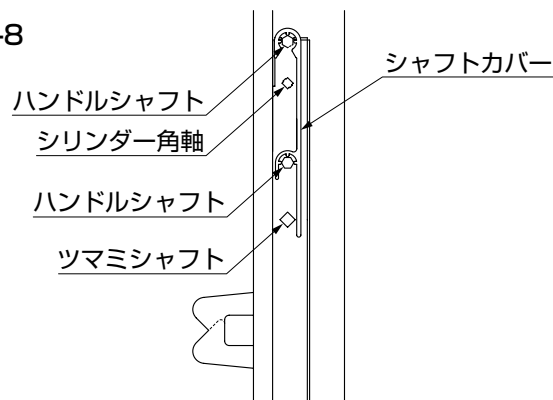

図6-9
①錠を取付けた框の裏側に、シャフトカバーを上からカチッというまで押し込んでください。(図6-9参照)